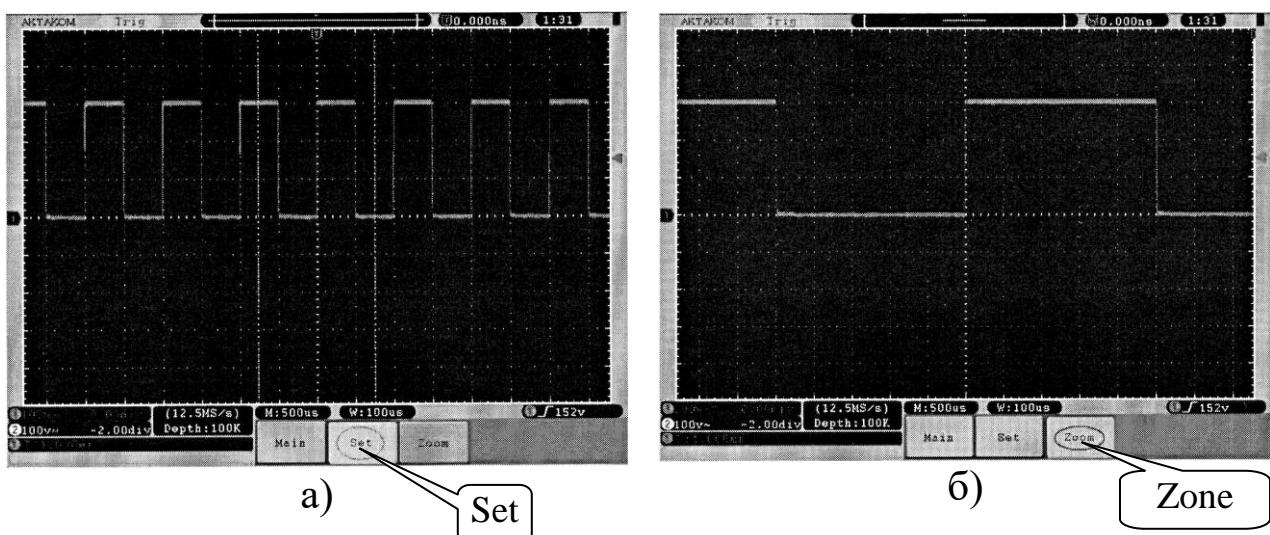

Рис. 3.8. Выбор окна фрагмента (а) и растяжка фрагмента во весь экран (б).
На рис. 3.8 показан выбор фрагмента осциллографа и его растяжка.
1. Нажмите на кнопку H2 "Set" для выбора окна фрагмента для последующей растяжки изображения. На экране появятся два курсора, ограничивающие область окна. При этом регуляторы HORIZONTAL POSITION и SEC/DIV могут использоваться для изменения горизонтального положения и размера этой области окна, рис. 3.8а.
2. Нажмите на кнопку H3 «Zone» для растяжки окна фрагмента ограниченного двумя курсорами на весь экран, рис. 3.8б.